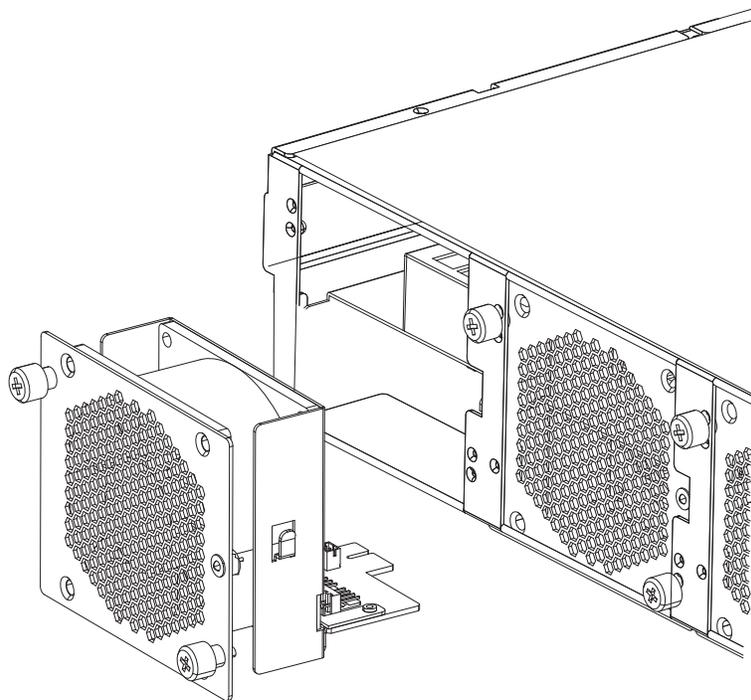

図 15. Type 7199 アプライアンスでのファン・モジュールの取り外し
5. 図 15 に示すように、ファン・モジュールを取り外します。